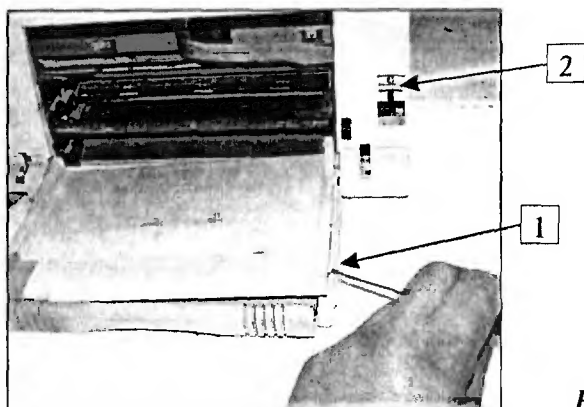

Рис. 1.2
3. Разъединяют на две части подающий лоток (рис. 1.2), предварительно с помощью тонких отверток освободив фиксаторы его верхней крышки 1. Затем снимают сам лоток.